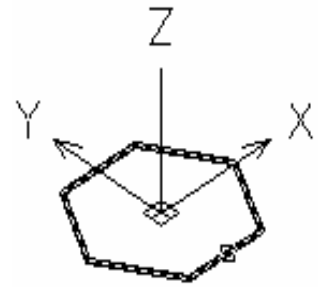

Рис. 4.2
- a) выбрать объект для выдавливания(Select objects) – щёлкнуть прицелом построенный многоугольник, **Enter** (рис. 4.2);